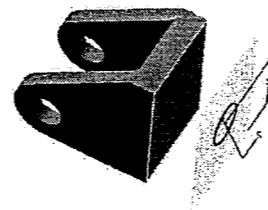
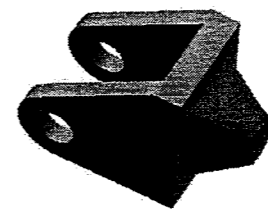

图9
图10
15. 基于图9所示的位于不同工作平面上的圆和矩形两个草图, 用哪个命令创建图10中所示的锥状形体? 【 】